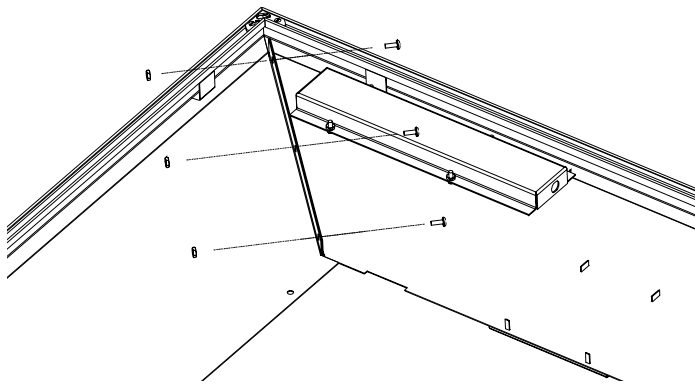

Figure 28
- 4- Assemblez chaque côté de la façade au dessus.(Figure 28)